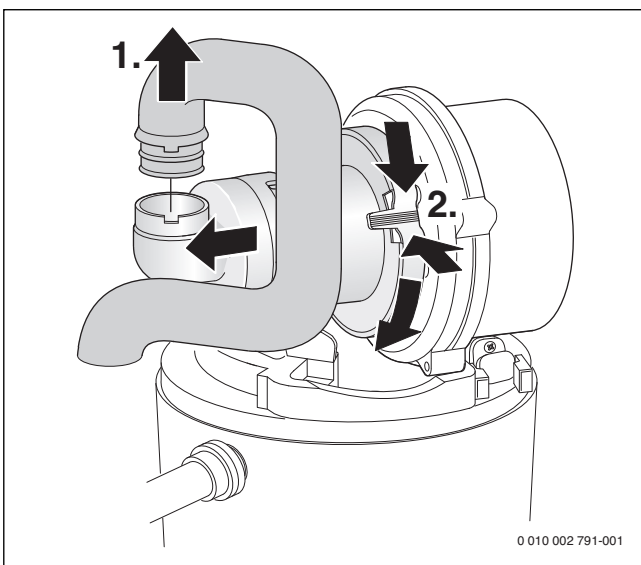

Bild 53 Saugrohr und Mischeinrichtung ausbauen
- Mischeinrichtung ausbauen (→ Bild 53).